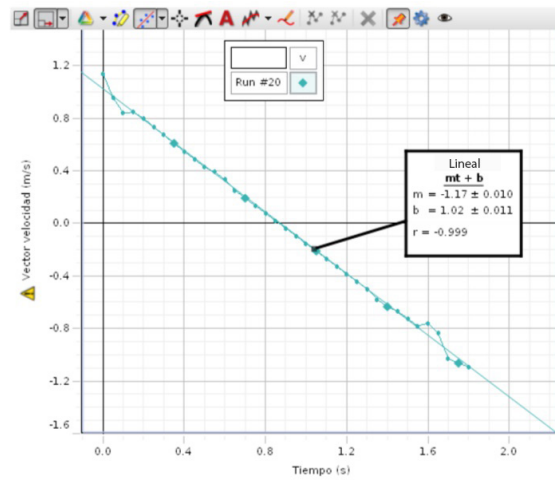

Figura 11.7: Datos de velocidad del sensor de movimiento.
5. La Figura 11.7 muestra los datos de velocidad para la ejecución que se tomó. Seleccionar un ajuste de curva lineal en la barra de herramientas del gráfico para encontrar la aceleración.